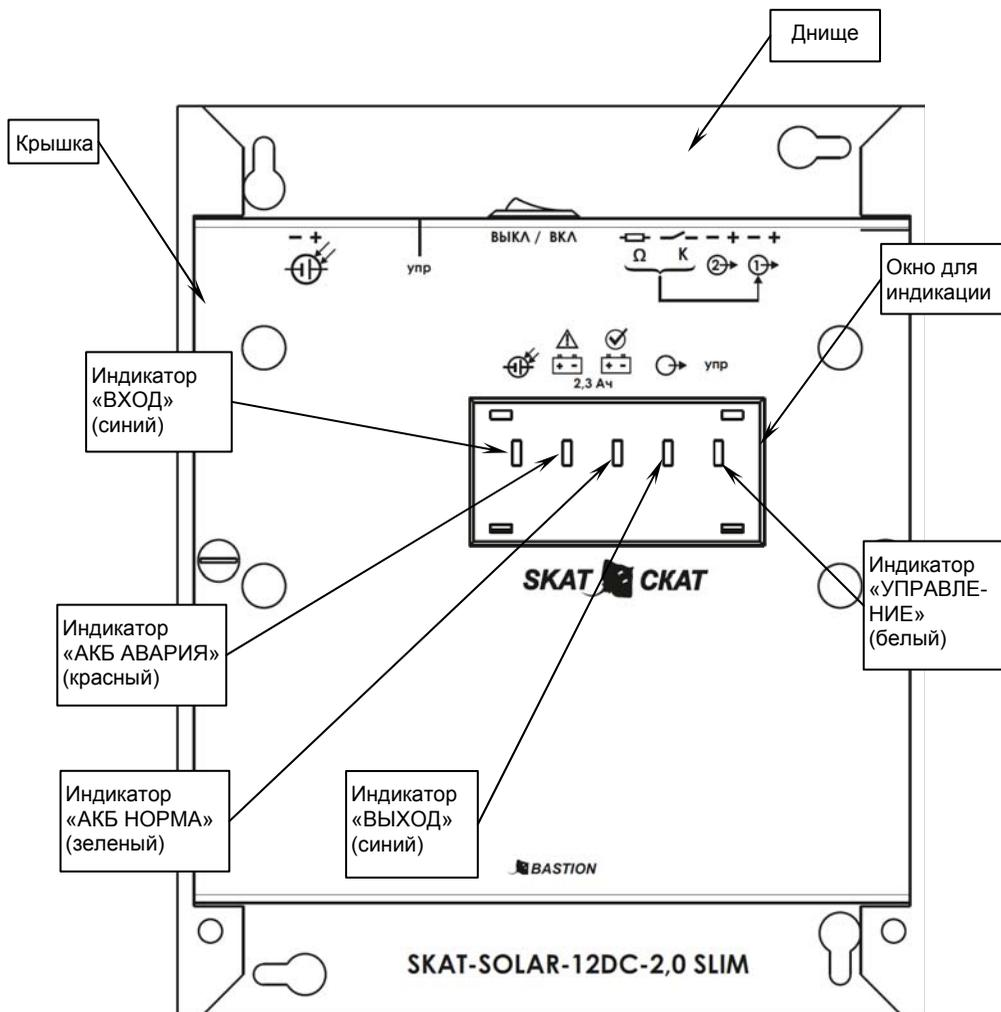

Рисунок 1 – Общий вид источника
цу 2 и рисунок 1), этот выход также отключается при отключении АКБ по разряду);
**Источник представляет собой** устройство питания нагрузки от АКБ, заряжаемой от солнечной батареи, и размещенное в металлическом корпусе, состоящем из днища и крышки с полупрозрачным пластиковым окном для индикации (см. рисунок 1). АКБ установлена внутри корпуса.